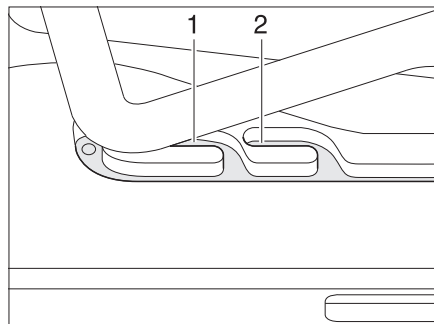
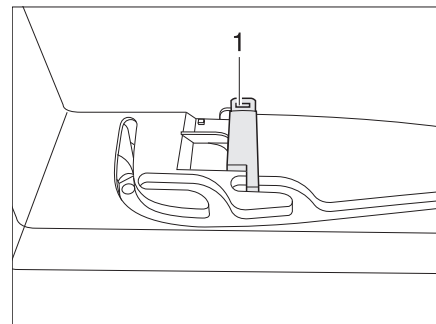

Bild 95 Heki-Dachhaube in Lüftungsstellung
Bild 96 Verriegelung Lüftungsstellung
Die Heki-Dachhaube kann in zwei Lüftungsstellungen gebracht werden: Schlechtwetterstellung (Bild 95,1) und Mittelstellung (Bild 95,2). Je nach Modell kann die Dachhaube in der Mittelstellung mit dem Riegel (Bild 96,1) verriegelt werden.
- Den Bügel leicht nach oben drücken und in die gewählte Führung (Bild 95,1 oder 2) schieben und ggf. verriegeln.